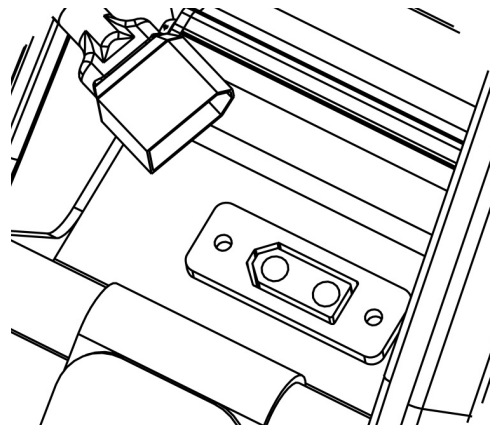

Fig. 9
- 1- Compruebe que la conexión de la batería y la motocicleta es correcta (Fig. 9).
- 3- Desconecte la batería como se indica en la página anterior (Fig. 9). y ponga la tapa del conector de la batería.